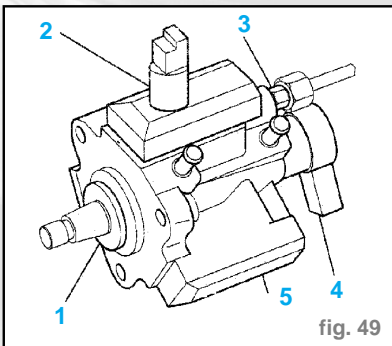

fig. 49
- Ne pas dissocier la pompe haute pression (5) carburant des éléments suivants (fig. 49) :
- désactivateur du 3ème piston de pompe haute pression carburant (2)